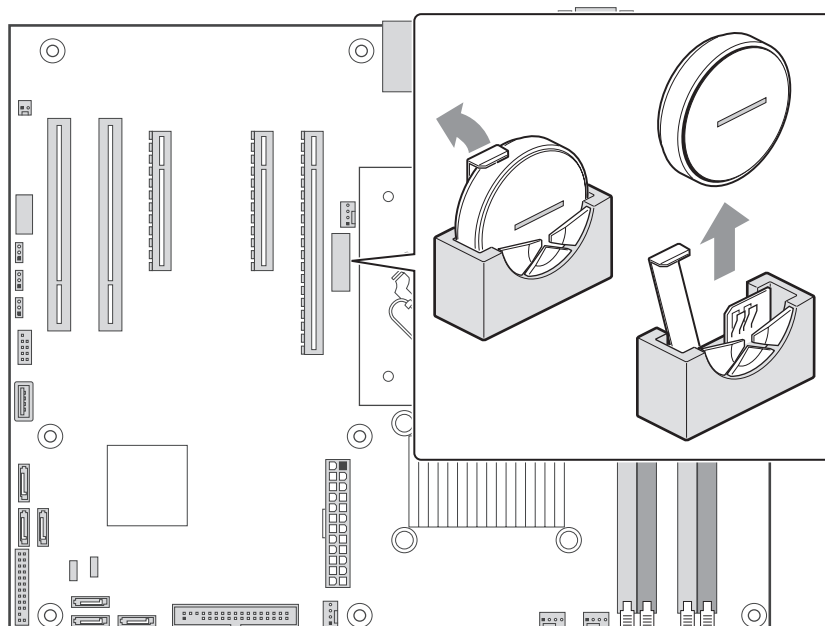

Figure 6. Remplacement de la pile
5. Soulevez le dispositif de maintien de la pile (voir Figure 6).